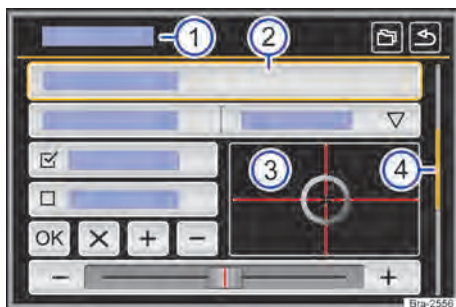

Fig. 122 Representação esquemática: vista geral das possíveis superfícies de função no display.
O aparelho está equipado com um touchscreen (tela de toque) → Fig. 122 ③.
As superfícies de função iniciam funções ou abrem outros submenus. Em submenus é indicado, na linha do título, o menu atualmente selecionado → Fig. 122 ①.